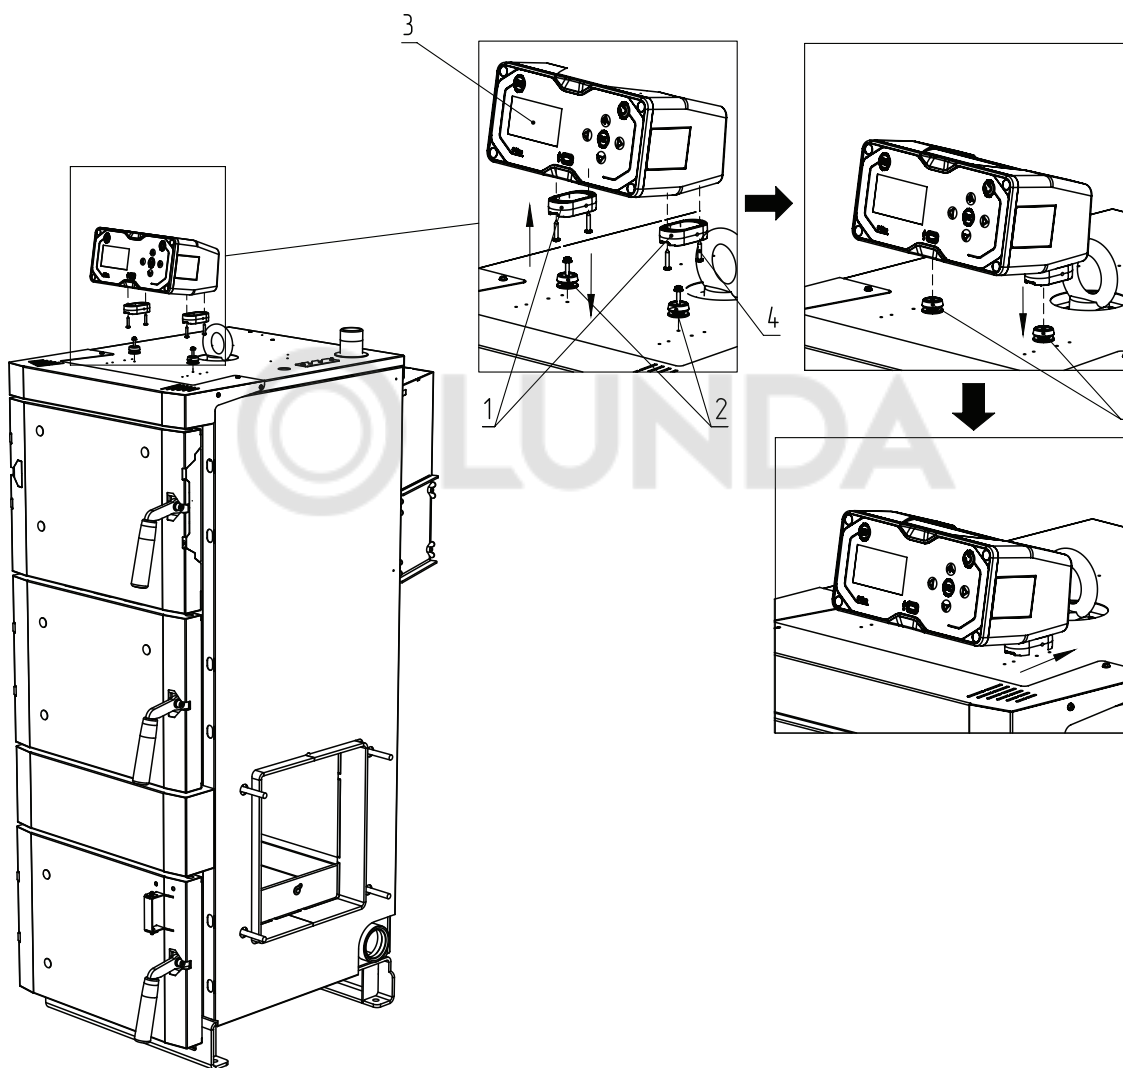

Рис.13 Монтаж контроллера для котлов до 60 кВт
2. С помощью саморезов (**Рис.13, поз.4**) прикрепите к контроллеру (**Рис.13, поз.3**) фиксаторы крепления (**Рис.13, поз.1**);
3. Втулки крепления (**Рис.13, поз.2**) прикрепите к крышке котла с помощью саморезов (**Рис.13, поз.4**);
4. Контроллер на фиксаторах (**Рис.13, поз.1**) установите на втулки крепления (**Рис.13, поз.2**) и зафиксируйте, сдвинув контроллер назад.